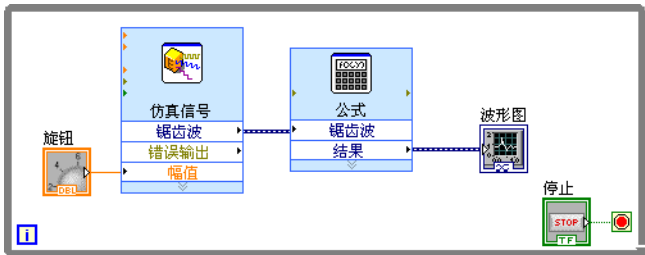

图 1-8 采集信号 VI 的程序框图
13. 通过连线工具连接“公式”Express VI 的**结果**输出端和**波形图**接线端。查看 Express VI 与接线端之间的连线。Express VI 和接线端上的箭头表示连线上数据流的方向。图 1-8 为程序框图。